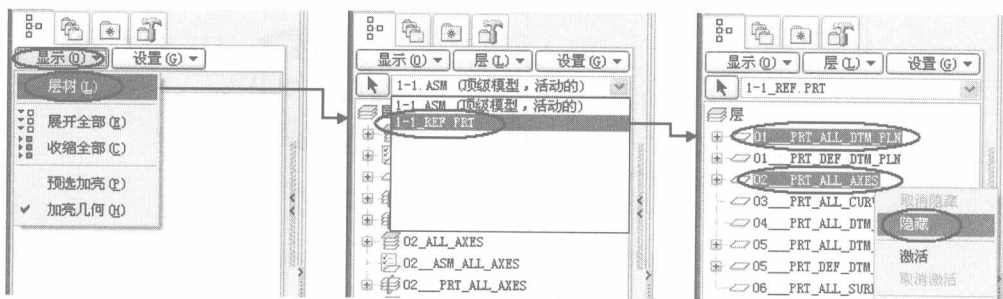

图1-11 隐藏参照模型自身的基准面和基准轴
9. 为了使设计区的画面更简洁, 需要将参照模型自身的基准面和基准轴隐藏起来, 选择如图 1-11 所示模型树中的【显示】/【层树】命令, 在组件列表中选择参照模型“1-1_REF.PRT”, 模型树列表显示其图层情况, 按住 **Ctrl** 键, 选择所有基准面 (PRT_ALL_DTM_PLN) 和所有基准轴 (PRT_ALL_AXES) 图层, 并单击鼠标右键, 在弹出的快捷菜单中选择【隐藏】命令, 隐藏参照模型的“TOP”、“FRONT”和“RIGHT”3个基准面和所有基准轴。